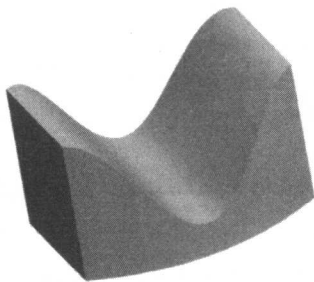

图 1-21
- ⑪ 单击操控板中的  按钮，完成可变剖面扫描特征的建立，结果如图 1-21 所示。